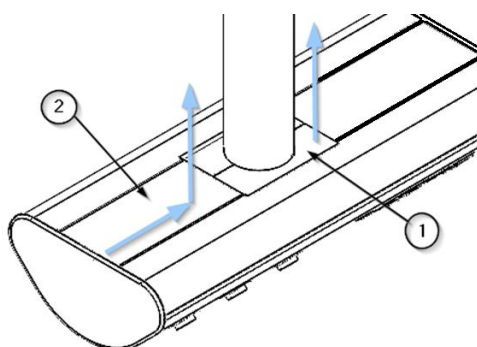

Fig. 41 Démontage des couvercles du corps principal
- À l'aide d'un outil à bec plat et en prenant soin de ne pas endommager la peinture des couvercles supérieurs, retirez les couvercles inférieurs des tuyaux de descente ①, qui sont fixés par pression. Voir figure 41.
- Déplacez maintenant à la main les couvercles supérieurs du corps principal ②, qui sont également montés à la presse, d'abord en direction du corps principal et, une fois la paroi latérale dégagée, en les tirant vers le haut. Voir figure 41.